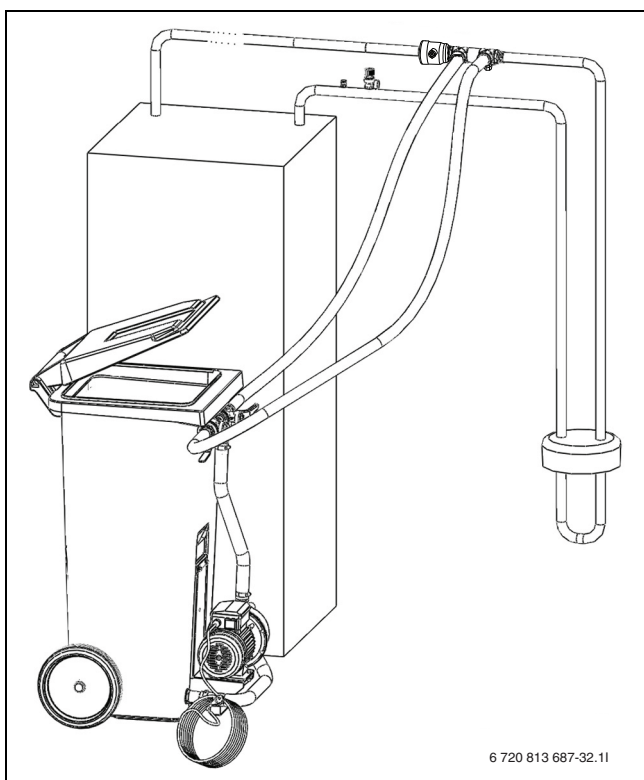

Рис. 17 Заполнение через станцию
- ▶ Подсоедините два шланга к заполняющей станции и заполняющему устройству (→ рис. 17).